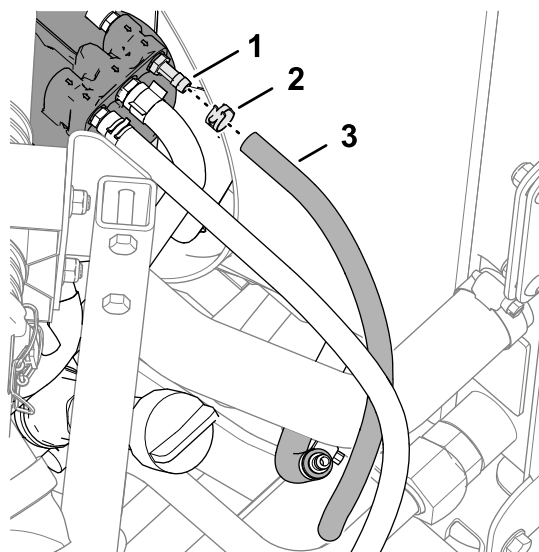

Figura 17
1. Montate il flessibile da 6,4 x 457 mm sul raccordo più arretrato della testa del filtro del carburante con una fascetta stringitubo a molla (Figura 17).